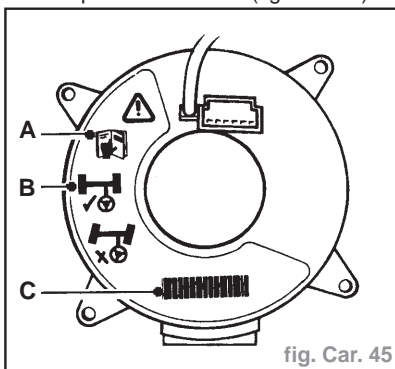

fig. Car. 45
- Une combinaison de symboles/pictogrammes (soit dans une position bien visible ou sur le composant lui-même) indiquent (fig. Car. 45) :
- Accouplement tournant (fig. Car. 45)